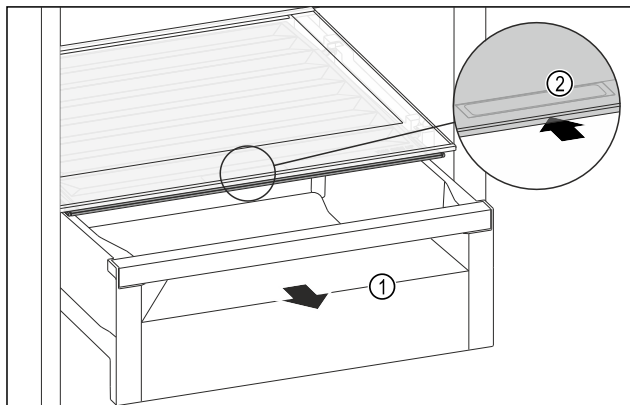

Fig. 124
- ▶ Изтеглете чекмеджето Fig. 124 (1).
- ▶ Хванете вдлъбнатия захват Fig. 124 (2) на капака на отделението и едновременно с това избутайте назад капака на отделението.